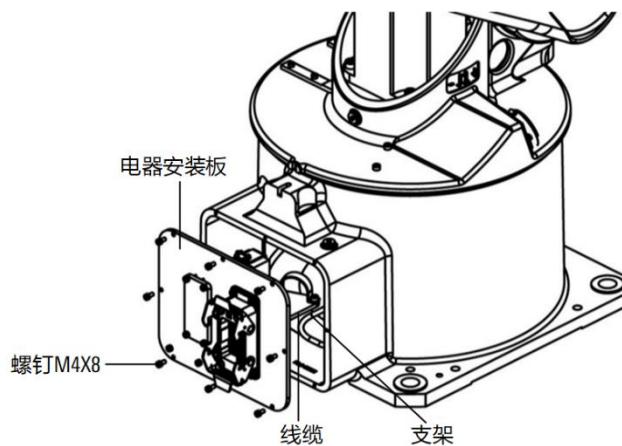
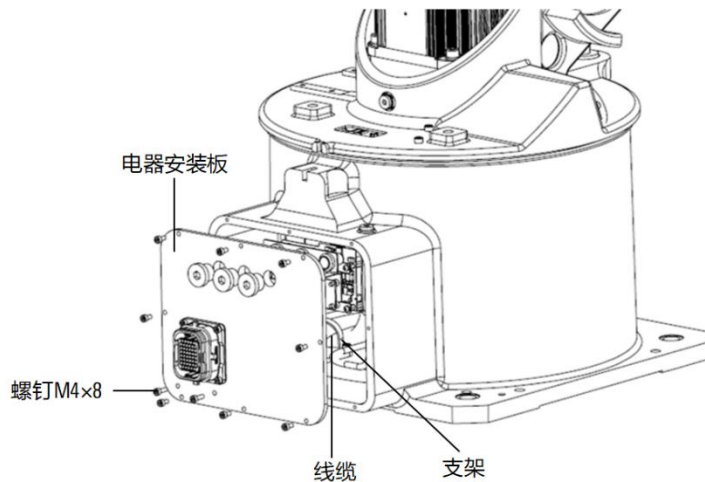

图 12-2 大重载底座内部线缆
图 12-3 小重载底座内部线缆
- 步骤1. 拆卸电器安装板, 如图 12-2 和图 12-3 所示, 抽出底座内部线缆。